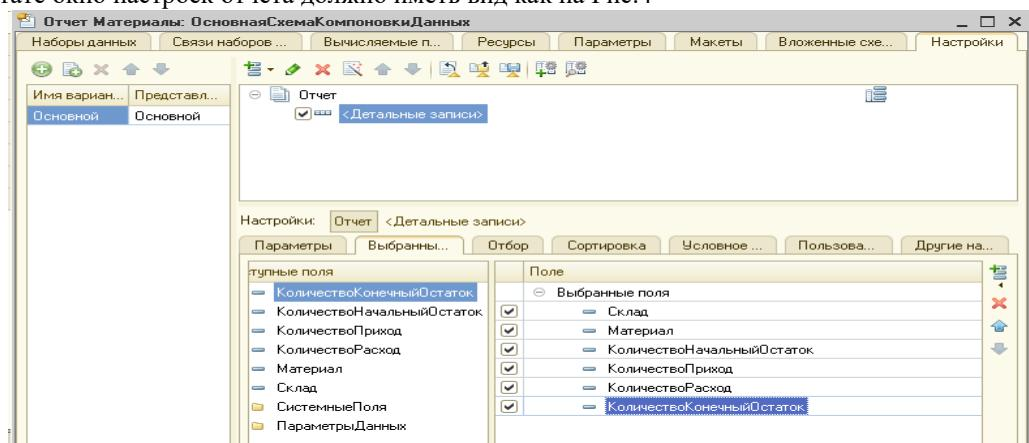

Рис. 4. Компоновка данных отчете
15. В результате окно настроек отчета должно иметь вид как на Рис.4